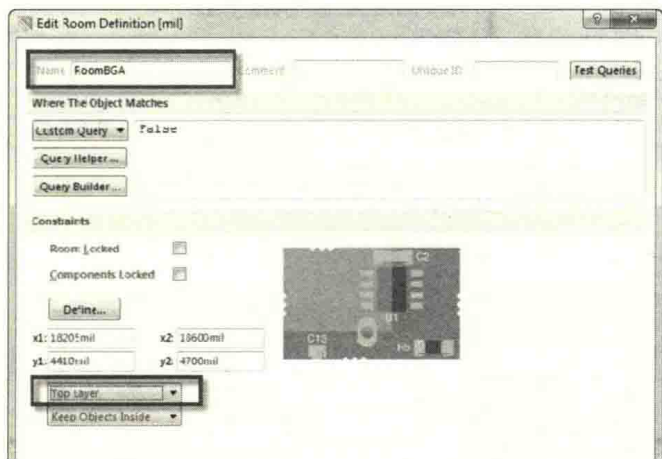

图 9-35 区域的设置
- (1) 在设置规则之前,执行菜单命令“Design-Rooms-Place Rectangular Room”,放置区域。
- (2) 放置区域的同时按“Tab”键,可以对区域的名称和参数进行设置,如图 9-35 所示,放置一个名称为“RoomBGA”的区域,并选择好放置的层。